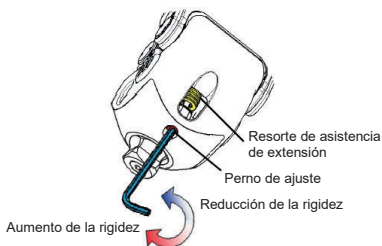

Imagen 10. Cómo ajustar el resorte de asistencia de extensión
- Ajuste el perno de ajuste como se muestra en la Imagen 10 con una llave hexagonal de 2,5 mm.